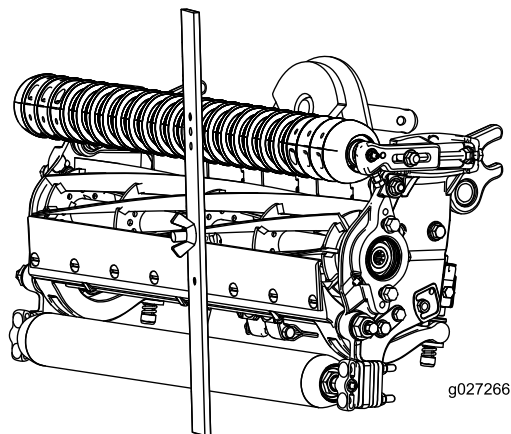

図 17
4. ゲージバーのねじの頭を下刃の先端に引っ掛け、バーの後端を後ローラに当てがう 図 17。
5. バーの前端がローラに当たるように、調整ねじで調整する 図 17。ローラ全体が下刃と平行になるように、ローラの両側を均等に調節する。